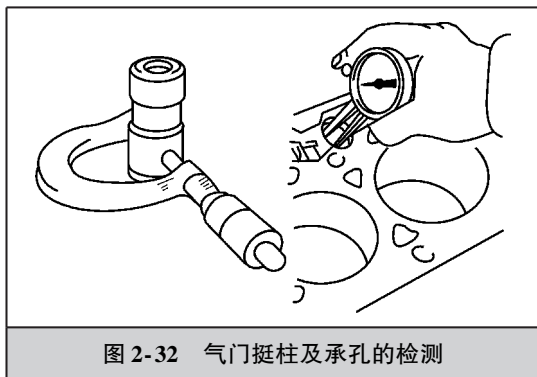

图 2-32 气门挺柱及承孔的检测
④ 挺柱直径的磨损可用外径千分尺测定，圆柱度及弯曲度误差不应超过 0.01mm ，径向跳动量不应超过 0.05mm 。气门挺柱孔内径可用分球式内径百分表检测，如图 2-32 所示。
⑤ 用塞尺测量液压挺柱与座孔的配合间隙为 $0.03 \sim 0.04\text{mm}$ ，使用极限为 0.12mm ，逾期后应更换液压挺柱。